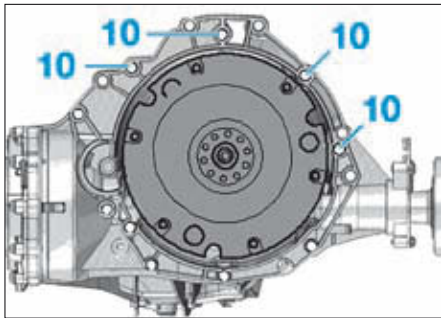

FIG. 10
- Déposer les 4 vis supérieures (10) de boîte de vitesses (Fig.10).